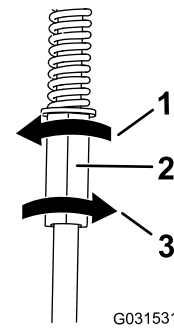

Figura 65
4. Gire la varilla de control izquierda en incrementos de un cuarto de vuelta hasta que la máquina avance en línea recta (Figura 65).